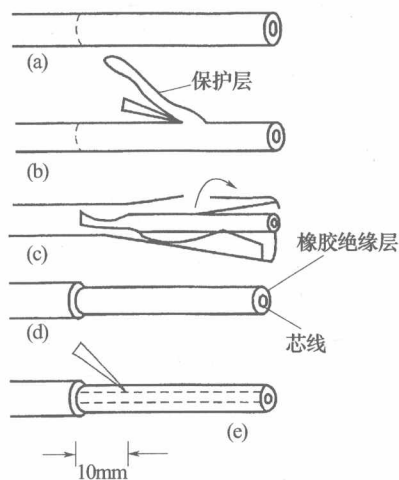

图 1-21 电工刀剥切皮线
② 用电工刀剥切带保护层和绝缘层的皮线如图 1-21 所示:首先在皮线线头和最外层用电工刀割破一圈,如图 1-21(a)所示,然后用电工刀削去一部分保护层,如图 1-21(b)所示,接着将剩下的保护层剥割下来,如图 1-21(c)所示,这样就露出橡胶绝缘层,如图 1-21(d)所示,最后在距离保护层 10mm 处按塑料硬线的剥切方法剥除橡胶绝缘层,如图 1-21(e)所示。